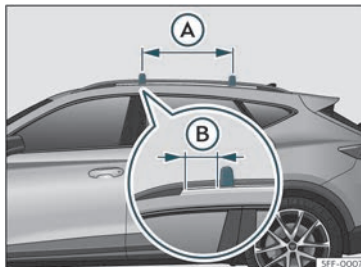

Fig. 117 Punts de fixació de les barres longitudinals per al portaequipatges del sostre.
Les barres transversals es munten en les barres laterals del sostre. La distància entre barres transversals >>> **fig. 117** (A) ha de ser entre 70 i 90 cm i la distància de les barres transversals amb els suports de les barres laterals del sostre (B) haurà de ser de 15 cm.